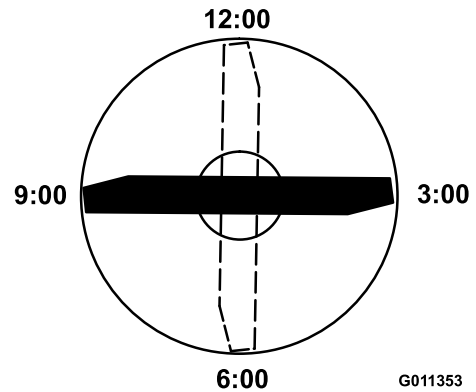

図 63
4. ブレードの印の付いているほうの端部を12時の位置車両進行方向に向け図 63、作業台の表面からブレードの切っ先までの高さを測定する。
5. 印の付いている端部を3時の位置と9時の位置に向けて図 63それぞれ高さを測定する。